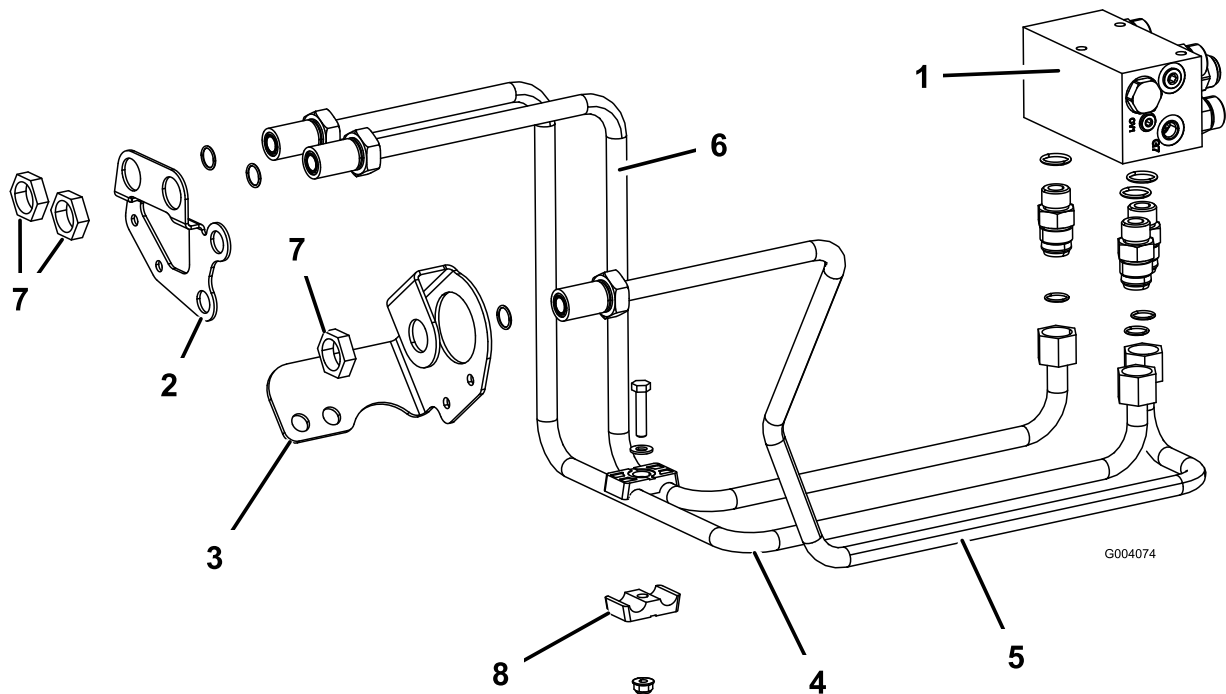

Bild 10
beschriftet ist, zum rechten Loch in der rechten Rahmenscotthalterung (Bild 10).
2. Befestigen Sie das hintere Ende des Hydraulikrohrs am Verteileranschlussstück und die Vorderseite mit einer Sicherungsmutter (1-5/16") an der Spritzwand, siehe Bild 10.
3. Verlegen Sie das Hydraulikrohr, Bestellnummer 108-7626, vom mittleren Verteiler, der mit „REV“ beschriftet ist, zum Loch in der linken Rahmenscotthalterung (Bild 10).
5. Verlegen Sie das Hydraulikrohr, Bestellnummer 108-7625, vom rechten Verteiler, der mit „LF“ beschriftet ist, zum linken Loch in der rechten Rahmenscotthalterung (Bild 10).
7. Befestigen Sie die zwei rechten Spritzwandleitungen mit den Rohrklemmenhälften, der Schraube (5/16" x 1 1/2"), der Flachscheibe (5/16") und einer Bundmutter (5/16"), siehe Bild 10.